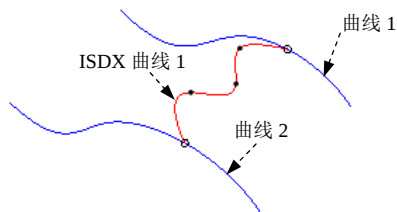

图 10.3.57 选取 ISDX 曲线 1
- (1) 单击按钮 、、, 使基准面、基准轴、坐标系不显示。
- (2) 单击按钮 , 选择 copy 视图。
Step4. 在 ISDX 环境中, 单击 **样式** 功能选项卡 **曲线** 区域中的“曲线编辑”按钮 **曲线编辑**, 然后选取图 10.3.57 中的 ISDX 曲线 1。